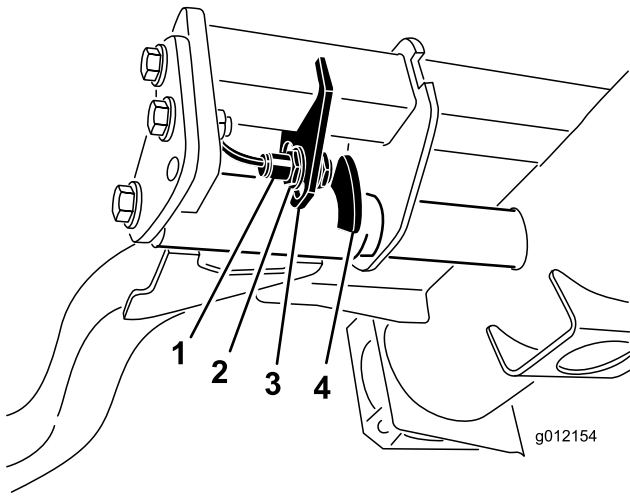

Figura 38
2. El interruptor del brazo de elevación está situado debajo del depósito de aceite hidráulico y detrás del brazo de elevación delantero derecho (Figura 38).
elevación, o hacia arriba para reducir la altura de giro del brazo de elevación (Figura 38).